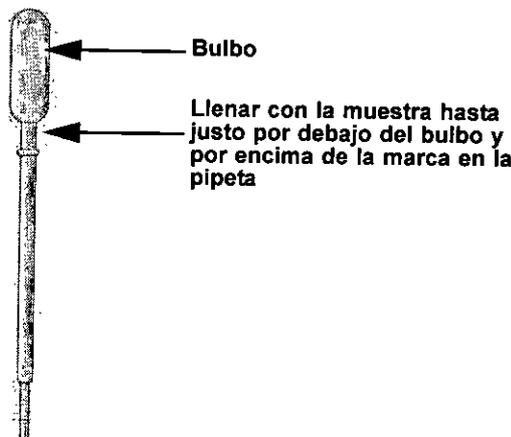
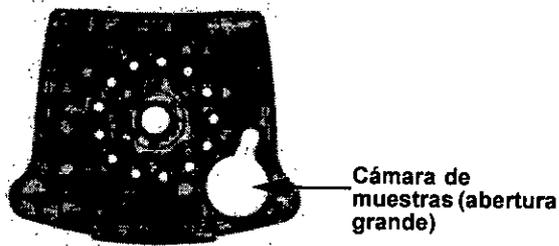

Figura 1. Pipeta de transferencia del HCV VL Assay
Figura 2. Cartucho del HCV VL Assay (vista superior)
- **Opción 1:** si utiliza la pipeta de transferencia incluida en el kit (figura 1), llénela hasta justo por debajo del bulbo, pero por encima de la línea, para transferir al menos 1 ml de plasma o suero del tubo de recogida a la cámara de la muestra del cartucho de la prueba (figura 2). **!NO vierta la muestra en la cámara!**
- **Opción 2:** si utiliza una pipeta automática, transfiera al menos 1 ml de plasma o suero a la cámara de la muestra del cartucho de la prueba (figura 2). **!NO vierta la muestra en la cámara!**